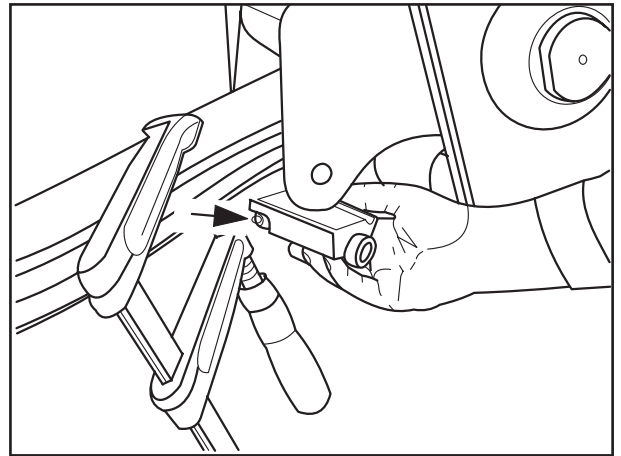

Fig. 10
- [18] Gleitstück, mit dem Schmiernippel (Fig. 10/Pfeil) zur Achse weisend, mit Befestigungsschraube einsetzen.
- [18] Insert slider with securing bolt, grease nipple (Fig. 10/arrow) pointing to axle.
- [18] Placer la pièce de glissement avec le graisseur (fig. 10/flèche) tourné vers l'essieu, avec vis de fixation.